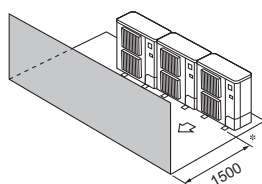

Fig. 3-13
- ③ Obstacles uniquement à l'avant (Fig. 3-13)